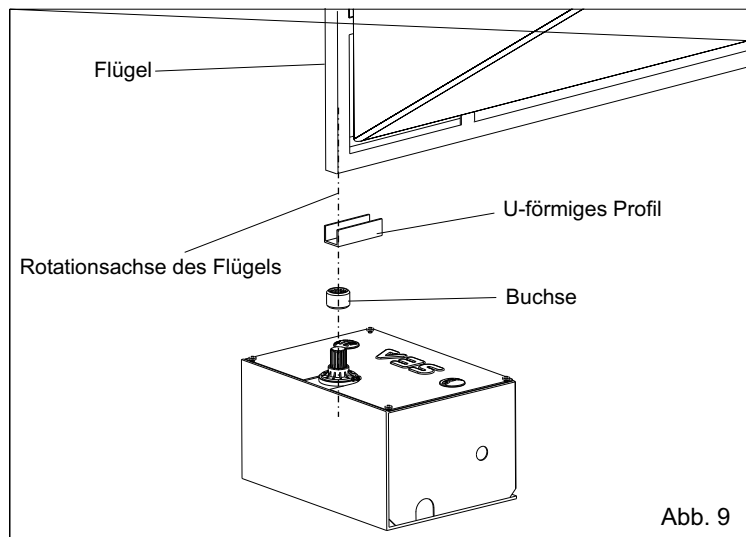

Abb. 9
**3.2.** Die Buchse auf dem U-förmigen Profil entsprechend der Rotationsachse des Torscharniers, positionieren (Abb. 9);